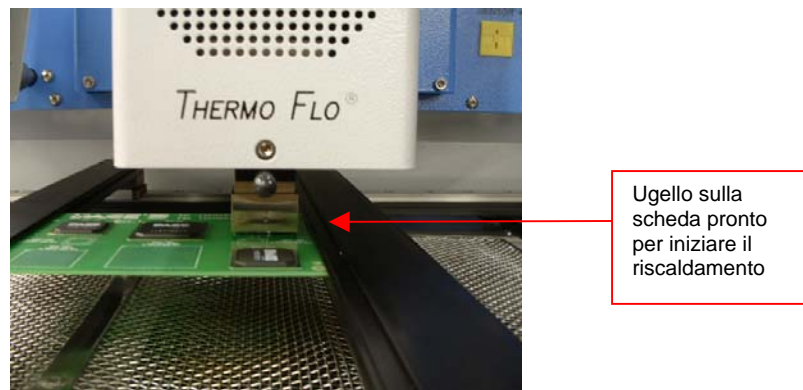

Figura 19
- xv. Cliccare col mouse sul pulsante verde, "Piazzare" per abbassare il componente. (Figura 19)